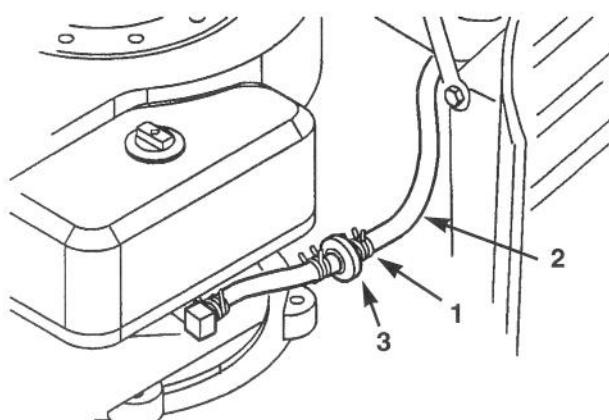

Figure 24
- Pincer les extrémités du collier de serrage et les faire coulisser le long du flexible d'alimentation vers le réservoir (Fig. 24).
- Retirer le flexible d'alimentation du filtre (Fig. 24) et laisser l'essence s'écouler dans un récipient.
- Pincer les extrémités des colliers de serrage et les éloigner du filtre (Fig. 24).